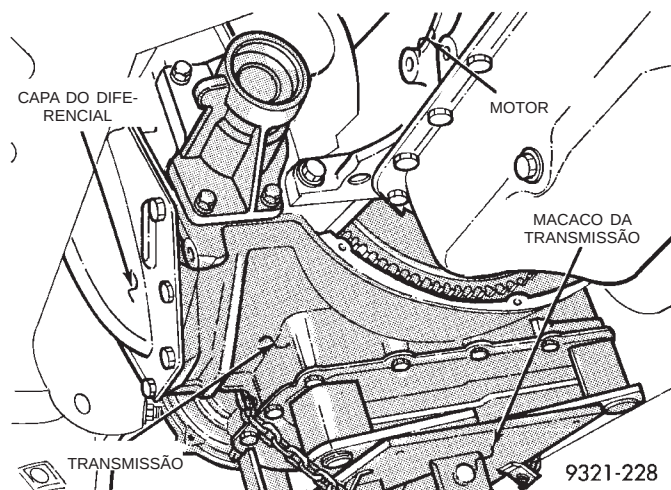

Fig. 6 Macaco da Transmissão
(10) Remova os parafusos que estão fixando a junta flexível do escapamento ao coletor do escapamento. Desconecte o cano do escapamento do tubo.
(11) Remova o protetor contra poeira do conversor de torque. Marque o conversor de torque e a placa de acionamento com giz para a remontagem. Gire o motor no sentido horário e remova os parafusos de montagem do conversor de torque.
(12) Remova o suporte de montagem do motor da barra transversal dianteira.
(13) Remova o parafuso passador do isolador de montagem dianteiro e os parafusos da carcaça em forma de sino.
(14) Posicione o macaco da transmissão (Fig. 6).
(15) Remova a proteção de montagem do motor traseiro.
(16) Remova os parafusos e o suporte de montagem do motor traseiro.